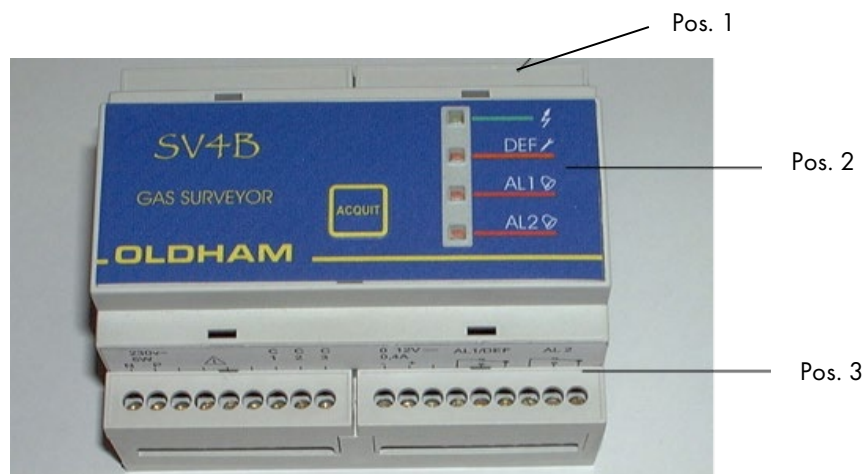

Figura 1
- in alto per le regolazioni e le prove (Pos. 1, Figura 1),
- sul pannello ANTERIORE per le indicazioni luminose (Pos. 2, Figura 1),
- in basso per i collegamenti (Pos. 3, Figura 1).
Non appena l'SV 4B viene alimentato, quest'ultimo è pronto per l'uso ed il diodo elettroluminescente VERDE è acceso (Pos. 1, Figura 1).